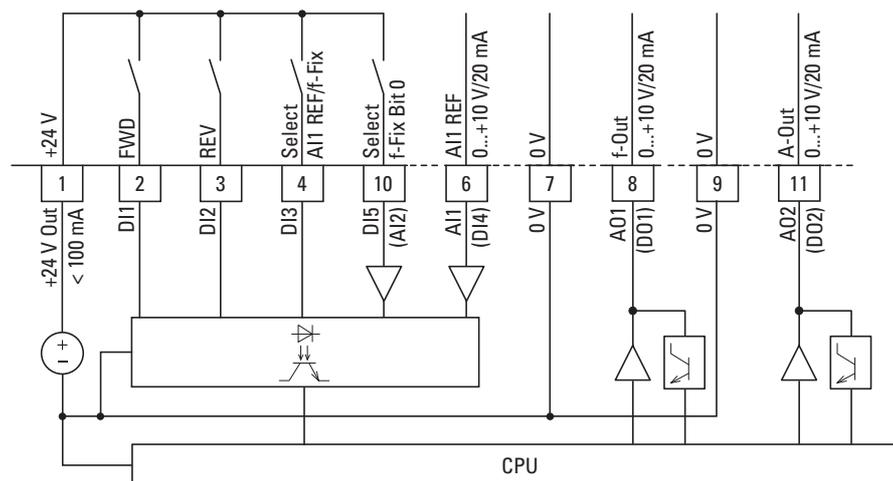

Abbildung 80: Steuerklemmen (digital/analog)
In Abhängigkeit von den Parametern P1-12 und P1-13 können die Steuerklemmen 6 (AI1) und 10 (AI2) mit analogen Signalen beschaltet werden (→ Abbildung 80):
An den Steuerklemmen 8 und 11 (→ Abbildung 80) stehen analoge Signale zur Verfügung. Diese Ausgänge können mit maximal 20 mA belastet werden. Die Auswahl der Ausgangssignale kann mittels der Parameter P2-11 (AO1) und P2-13 (AO2) erfolgen. Mit den Parametern P2-12 (AO1) und P2-14 (AO2) können die Formate der Analogeingänge festgelegt werden:
Die Steuerklemmen 8 und 11 (→ Abbildung 80) sind im Lieferzustand als Analogausgang (AO) eingestellt. Die Funktion als Digitalausgang (DO) kann mittels der Parameter P2-11 und P2-13 eingestellt werden.